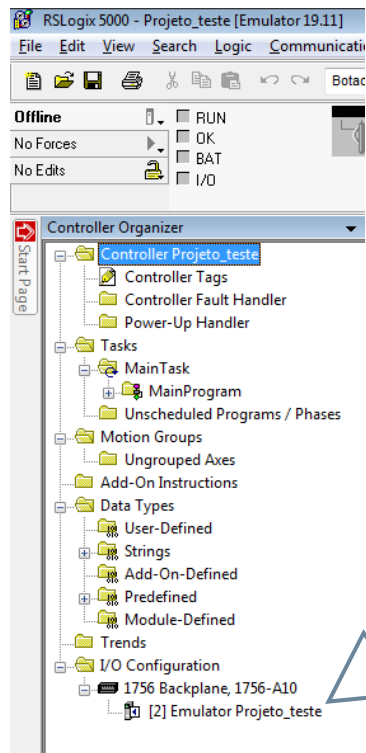
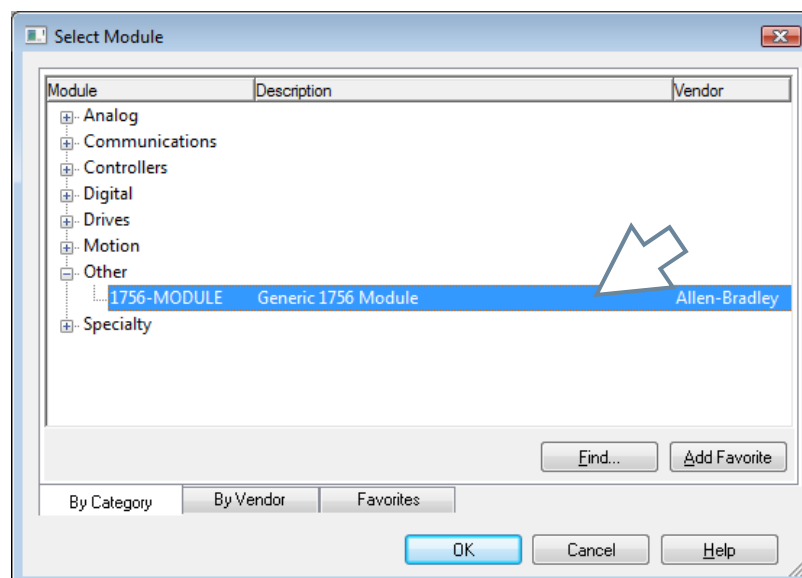

Fig. 13 – Projeto ajustado para operação com a CPU do emulador. Note que por enquanto há apenas o cartão de CPU (slot 2) configurado.
Fig. 14 – Adição do cartão de entradas e saídas digitais do emulador.
Coloque o nome do projeto e descrição com desejado e um tipo de chassi como o 1756-A10. Após clicar em OK, na árvore “Controller Organizer” da tela principal do RSLogix 5000, deve ser mostrada uma estrutura semelhante à da Fig. 13.
Em seguida deve-se configurar o cartão de entradas e saídas digitais virtuais. Para isso, na seção “I/O Configuration” da árvore mostrada na Fig. 13, deve-se clicar com o botão direito e escolher a opção “New Module...”. Deve-se escolher na categoria “Other” e o cartão “1756-Module Generic 1756 Module Allen-Bradley”, como mostrado na Fig. 14.
- Não há cartão de entrada ou saída digital. Deve-se criar um cartão emulado no slot 3, como o mostrado na Fig. 14. Para a configuração desse recurso, refira-se ao item 4.1 desse guia.